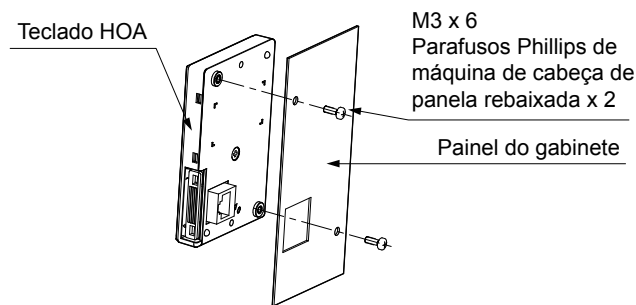

Figura 2.9 Instalação da montagem externa/na superfície
2. Posicione o teclado HOA de modo que o visor fique voltado para fora, e monte-o no painel do gabinete, conforme mostrado na Figura 2.9.